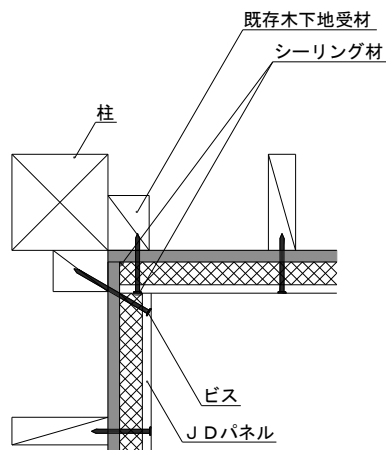

図7 壁一壁の入隅部納まり図 (例)
① 入隅納まり図 (例) [壁一壁]
- ・ 図7のように、一般部より30mm以上長いビスを使い既存木下地受材に斜め打ち固定してください。